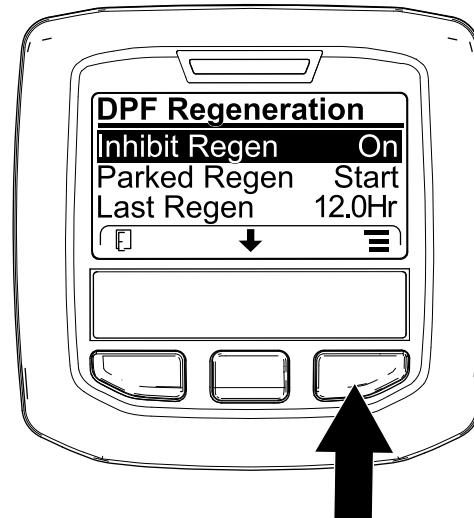

Figura 49
1. Acceda al menú DPF Regeneration (Regeneración de DPF), pulse el botón central para desplazarse hacia abajo, hasta la opción INHIBIT REGEN (Inhibir regeneración) y pulse el botón derecho para seleccionar la opción Inhibit Regen (Figura 49).
2. Pulse el botón derecho para cambiar el ajuste de inhibición de regeneración de Activado a Desactivado (Figura 49) o viceversa (Figura 50).